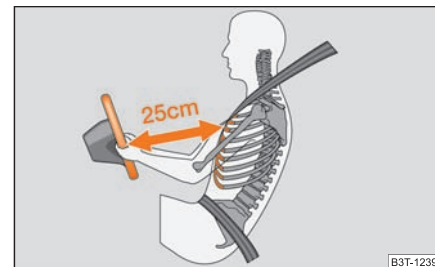

Fig. 172 Distancia de seguridad con respecto al volante
- **Es importante que el conductor y el acompañante mantengan una distancia mínima de 25 cm con respecto al volante o al tablero de instrumentos ⇒ fig. 172. Si no respeta la distancia mínima, el sistema de airbag no podrá protegerle – ¡Peligro de muerte! Además, los asientos delanteros y los reposacabezas siempre deben estar correctamente ajustados a la estatura del ocupante.**